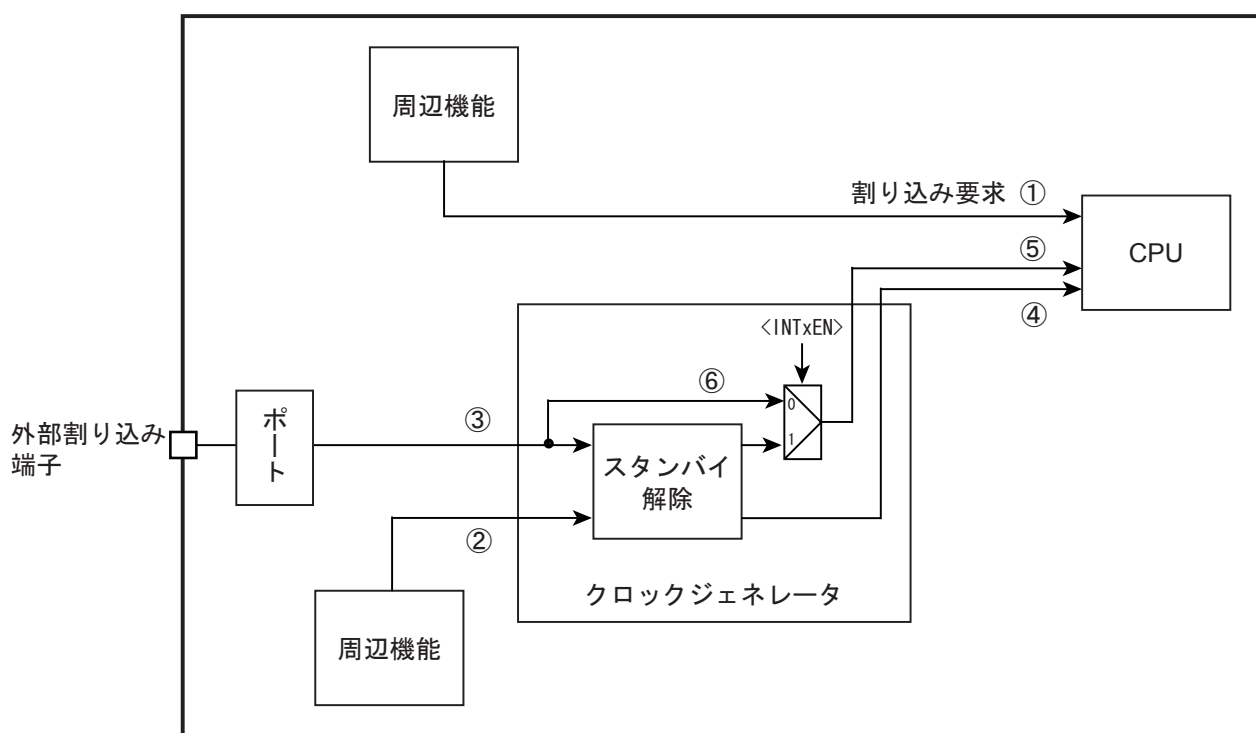

図 7-1 割り込みの経路
割り込み要求の経路を図 7-1 に示します。
外部割り込み端子からの入力信号は、入力ディゼーブル(PxIE<PxmIE>="0")の場合"High"となります。また、外部割り込みをスタンバイ解除要因として使用しない場合(「図 7-1 割り込みの経路」の⑥の経路)、外部割り込み端子からの入力信号がそのまま CPU に伝わります。CPU は"High"入力を割り込みとして認識しますので、入力ディゼーブルのまま CPU で該当する割り込みを有効にすると割り込みが発生します。